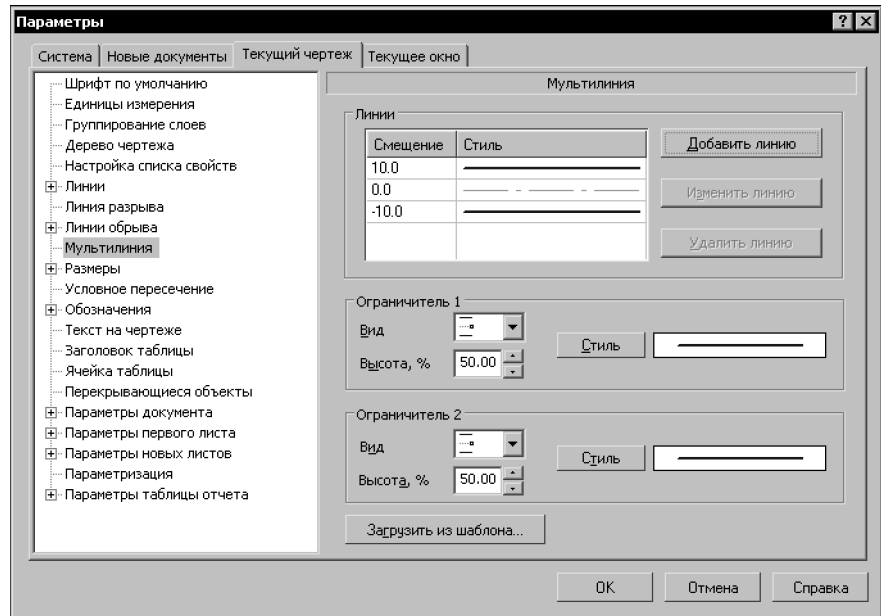

Рис. 114.2. Диалог настройки параметров мультитилинии в текущем чертеже
- ▼ **Текущий чертеж** (рис. 114.2),